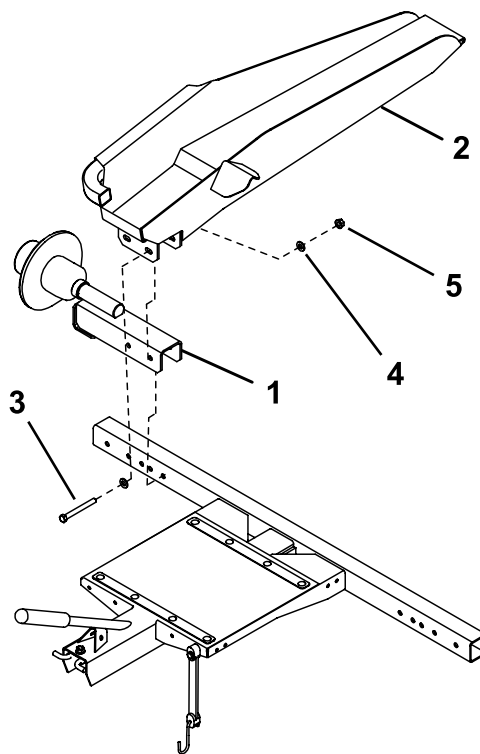
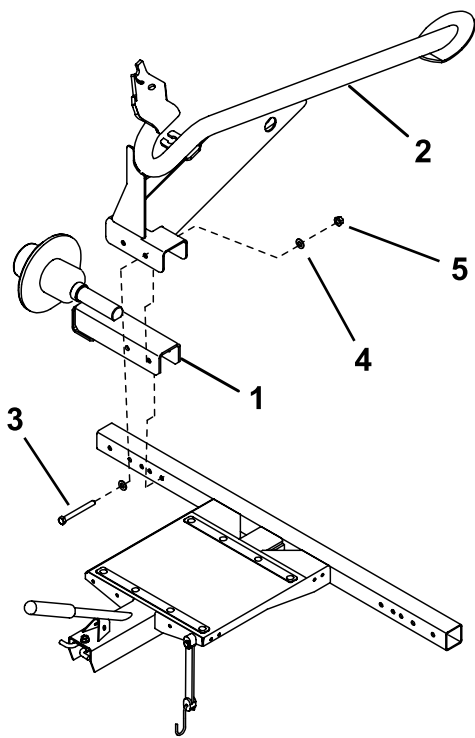

图3
图4
2. 使用 2 个螺栓 $\frac{3}{8}$ x 3 英寸、4 个垫圈和 2 个螺母将轮轴总成和斜面总成 图3 或轨道总成 图4 安装至机架的两端。